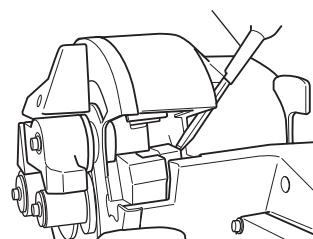

Fig. 11
- El desmontaje de la cortadora puede realizarse fácilmente si sujetla la cortadora inferior con un destornillador Phillips, tal como se muestra en la siguiente ilustración. (Fig.11)